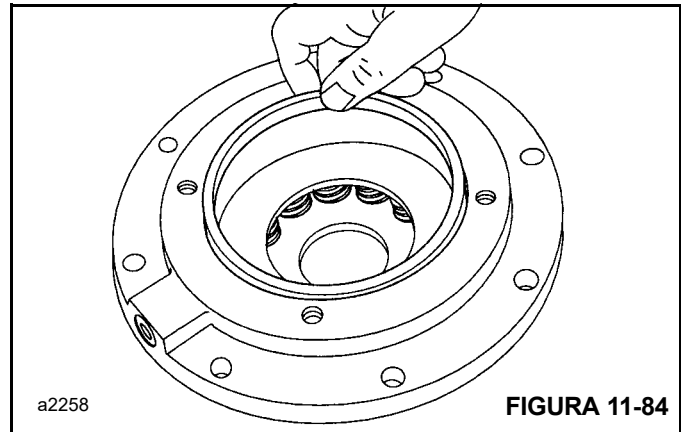

FIGURA 11-84
7. Instale el plato de presión en el cilindro del freno y luego el anillo de respaldo del émbolo (Figura 11-84). El anillo de respaldo del émbolo cabe ajustado y se puede comprimir ligeramente hacia un lado para alojar el anillo de